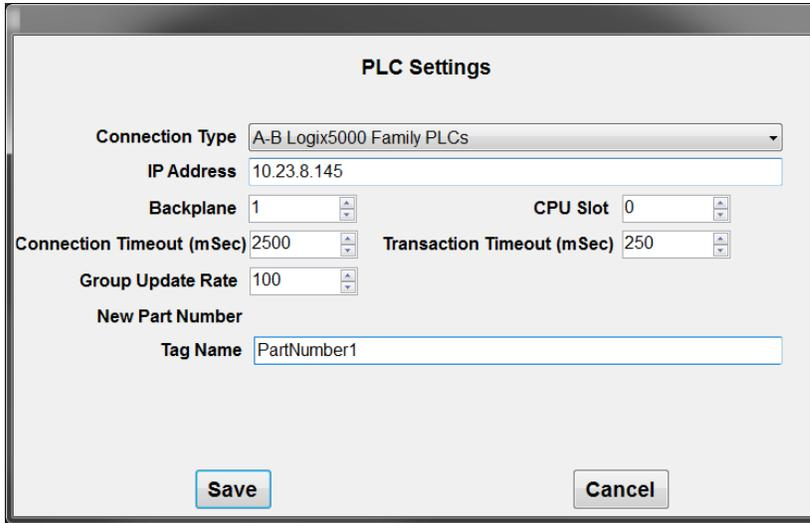

图 7.6 PLC 设置
3. 选择主菜单中的 文件 > PLC 连接 。	PLC 设置窗口打开 (图 7.6)。
- 在 PLC 设置窗口中的 *新部件号标记名称* 字段中（第 7.10 页上的图 7.6），添加您要监控的部件号 PLC 标签。此标签必须为一个字符串。